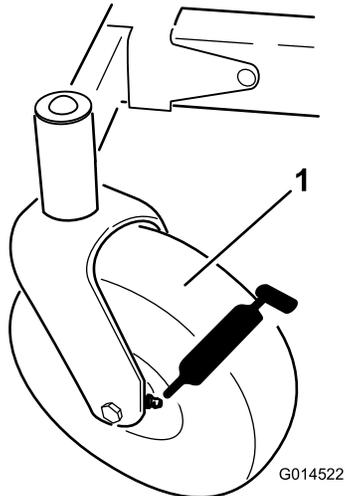
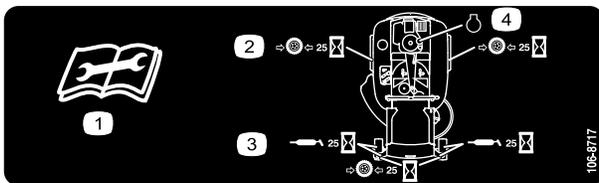

Bild 26
Bild 27
3. Reinigen Sie die Schmiernippel (Bild 26 und Bild 27) mit einem Lappen.